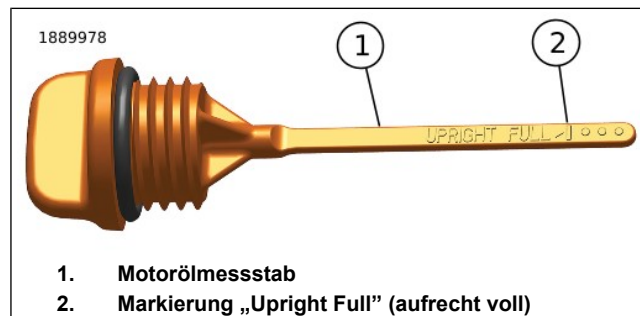

Abbildung 66. Motorölmessstab (Markierung „Upright Full“ [aufrecht voll])
- e. Abbildung 66 Der Ölstand muss bis zur Markierung „Upright Full“ (voll, aufrecht) (2) reichen.
16. Siehe Abbildung 66. Nur soviel Öl nachfüllen, dass der Ölstand die Markierung „add quart“ erreicht.